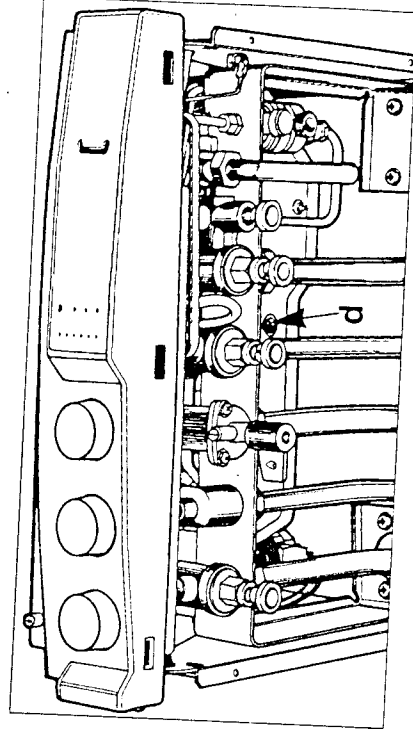
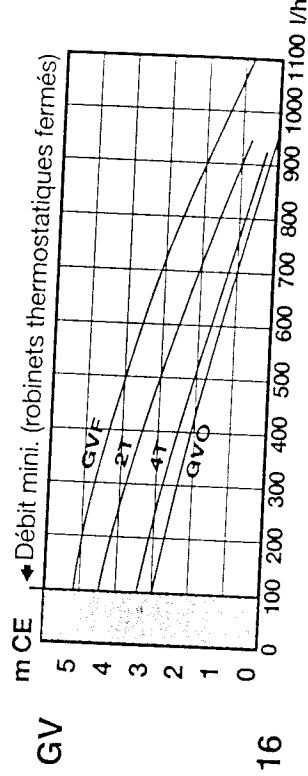

Fig. 15
Fig. 16
- Commutateur "2" à gauche : GV, courbes fig. 16, (réglage d'usine).
Agir sur la vis "d" (fig.15) de réglage du by-pass, visible sous la barrette hydraulique (dévisser pour ouvrir) afin d'adapter la hauteur manométrique disponible aux pertes de charge de l'installation, selon les courbes des diagrammes **GV** ou **PV** (fig. 16 ou 17).